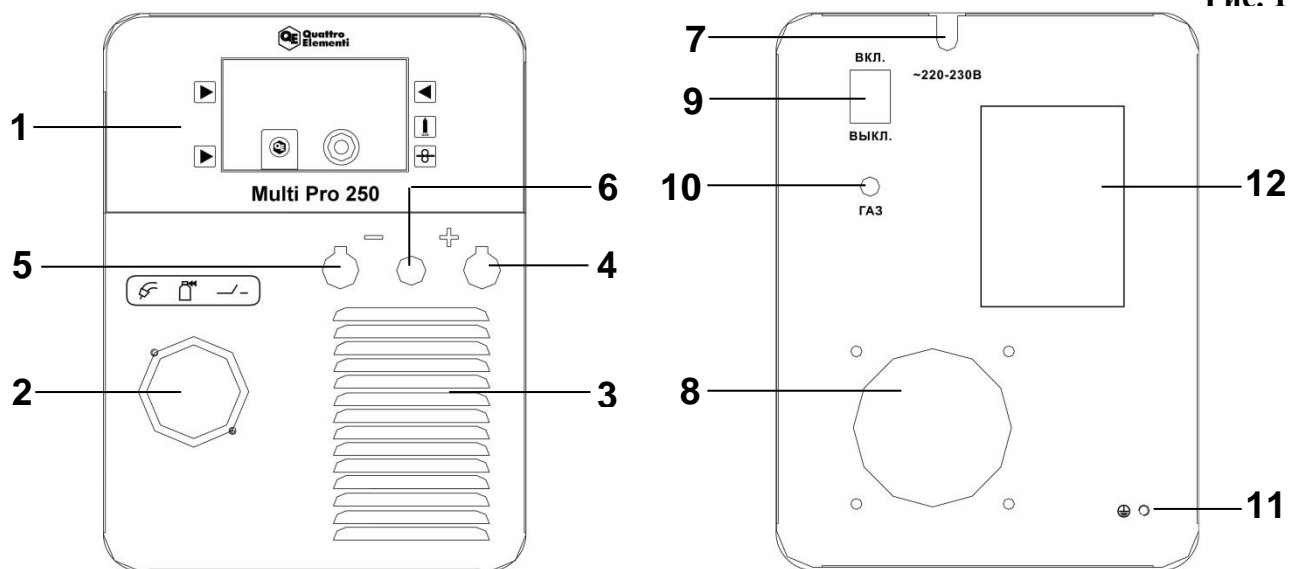

Рис. 1
Данные модели оснащены съемным сварочным пистолетом для полуавтоматической сварки с ЕВРО-коннектором, провод смены полярности 6 (см. Рис. 1) которого выведен на лицевую панель аппарата. Данный сварочный аппарат может работать как с защитным газом, так и без него. Для смены вида работы необходимо сменить полярность сварочного пистолета. Изменение полярности производится путем переключения провода смены полярности 6 (см. Рис. 1) от одной розетки к другой.
Сварочные кабели оснащены кабельными разъемами, а аппарат – кабельными розетками 4 и 5 (см. Рис. 1), отмеченными соответствующими знаками «+» и «-» на лицевой панели аппарата.
Полуавтоматическая сварка самозащитной порошковой проволокой: подключите провод смены полярности 6 (см. Рис. 1) в розетку 5 со знаком «-» (см. Рис. 1), а вилку обратного кабеля с зажимом массы в розетку 4 со знаком «+» на лицевой панели аппарата (см. Рис. 1) и поверните по часовой стрелке до фиксации.
Полуавтоматическая сварка с защитным газом: подключите провод смены полярности (см. Рис. 1) в розетку 4 со знаком «+» (см. Рис. 1), а вилку обратного кабеля с зажимом массы в розетку 5 со знаком «-» на лицевой панели аппарата (см. Рис. 1) и поверните по часовой стрелке до фиксации. Подключите газовый шланг от редуктора баллона с газом к штуцеру 10 (см. Рис. 1) на задней панели сварочного аппарата.
Электродная сварка штучным покрытым электродом MMA: подключите сварочные провода к розеткам 4 и 5 (см. Рис.1), отмеченными соответствующими знаками «+» и «-» на лицевой панели аппарата и поверните по часовой стрелке до фиксации.
- прямая полярность: электрод подключается к розетке 5 со знаком «-», а обратный провод с зажимом массы к розетке 4 со знаком «+» (см. Рис.1). В этом случае больше нагревается свариваемое изделие.
- обратная полярность: электрод подключается к розетке 4 со знаком «+», а обратный провод с зажимом массы к розетке 5 со знаком «-» (см. Рис.1). В этом случае больше нагревается электрод. Эту полярность обычно применяют для сварки тонколистового металла. Скорость плавления электрода при таком подключении будет выше на 10-40%.
Аргонодуговая сварка методом TIG LIFT: подключите кабельные вилки специального сварочного пистолета для TIG LIFT сварки (приобретается отдельно) и обратного провода к розеткам 4 и 5 (см. Рис.1), отмеченными соответствующими знаками «+» и «-» на лицевой панели аппарата и поверните по часовой стрелке до фиксации. При этом виде сварки специальный сварочный пистолет обычно подключают к розетке 5 со знаком «-», а обратный провод к розетке 4 со знаком «+» (см. Рис. 1). Подключите газовый шланг напрямую к специальному сварочному пистолету для TIG LIFT сварки.
Включите аппарат клавишей 9 «ВКЛ/ВЫКЛ» на задней панели (см. Рис. 1). Включится вентилятор охлаждения. На лицевой панели одновременно загорится дисплей (см. Рис. 3). Выждите несколько секунд. Аппарат готов к проведению сварочных работ. Если дисплей не загорелся, загорелся и погас или не работает вентилятор - аппарат неисправен. Обратитесь в уполномоченный сервисный центр. Для выбора вида сварки последовательно нажимайте кнопку переключения 3 (см. Рис. 3), контролируя переключение режимов по индикаторам 4 (см. Рис. 3).
Модели Multi Pro 200, 220, 250 изначально оснащены для работы с газом. В данных моделях провод смены полярности сварочного пистолета 6 (см. Рис. 1) выведен на лицевую панель аппарата и соединяется с соответствующей клеммой «+» или «-» на лицевой панели в зависимости от выбранного вида сварочных работ. Смена полярности производится путем переключения провода смены полярности 6 (см. Рис. 1) от одного контакта к другому.
Для работы без газа необходимо подключить провод смены полярности 6 (см. Рис. 1) в розетку 5 со знаком «-» (см. Рис. 1), а вилку обратного кабеля с зажимом массы в розетку 4 со знаком «+» (см. Рис. 1) на лицевой панели аппарата и поверните по часовой стрелке до фиксации. Для работы без газа необходимо использовать специальную флюсовую самозащитную проволоку.
Для работы с защитным газом подключите провод смены полярности 6 (см. Рис. 1) в розетку 4 со знаком «+», а вилку обратного кабеля с зажимом массы в розетку 5 со знаком «-» на лицевой панели аппарата (см. Рис. 1) и поверните по часовой стрелке до фиксации. Подключите защитный газ к штуцеру 10 на задней панели (см. Рис. 1). Для выбора режима полуавтоматической сварки проволокой в среде защитного газа последовательно нажимайте кнопку переключения между режимами сварки 3 (см. Рис. 3) на лицевой панели аппарата, пока на индикаторе режимов сварки 4 (см. Рис. 3) на дисплее не отобразится один из следующих двух режимов:
У данных моделей серии Multi Pro сварочный пистолет съемный, оснащен EBPO разъемом. Перед началом работы подключите сварочный пистолет к EBPO розетке 2 (см. Рис. 1) на лицевой стороне сварочного аппарата.